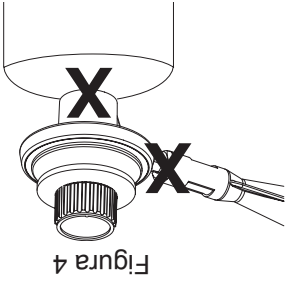

Figura 4
4. La perilla tiene que estar en la posición "LOCK OFF" (apagado con cierre puesto), vea la Figura 4.
3. Vierta varias gotas de la solución con una cuchara o una botella de exprimir en la conexión del regulador y del tanque de propano (vea Figura 4).